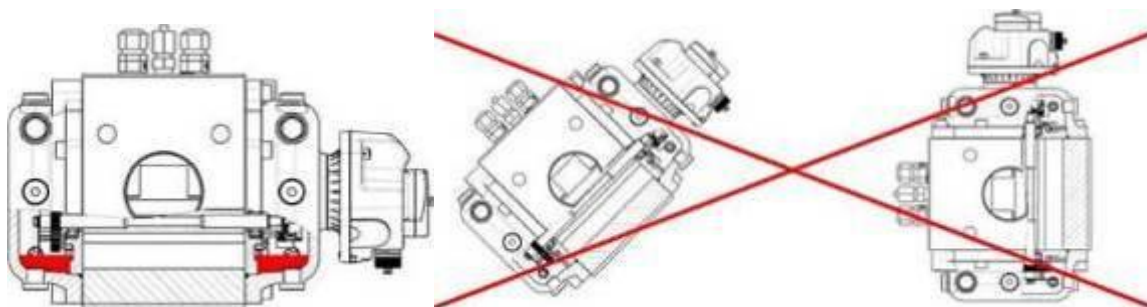

Рисунок 6 Расположение счетчика при монтаже
3.4.4 Оси роторов счетчика должны быть в горизонтальном положении, максимальный допустимый наклон оси $\pm 5^\circ$ ($\pm 0,5^\circ$ для счетчиков с Ду 40 мм) (рисунок 6).